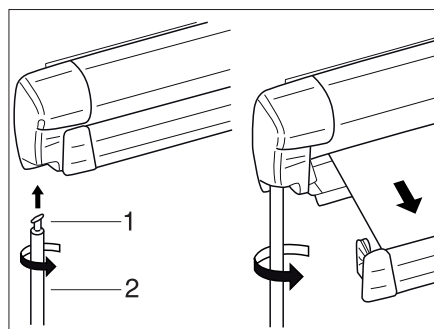

Bild 36 Markise
- Haken (Bild 36,1) der Kurbelstange (Bild 36,2) in die Getriebebose einhängen und um 90° drehen.